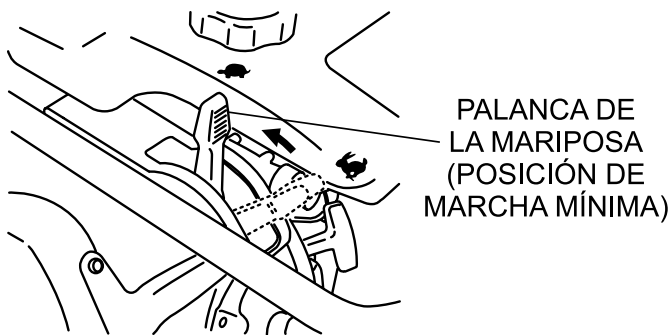

Figura 6. Palanca de la mariposa (posición de marcha mínima)
1. Deslice la palanca de la mariposa desde la posición de parada a la de marcha mínima (←) (Figura 6). Esto abre la llave de combustible y se enciende automáticamente el circuito eléctrico del motor.